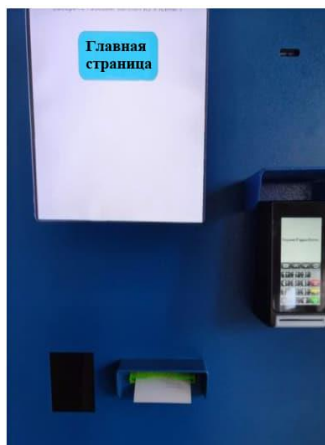

Рисунок 13 - Выдача чека печатным устройством
6.9 В печатном устройстве появляется чек, подтверждающий произведенную операцию (рисунок 13).